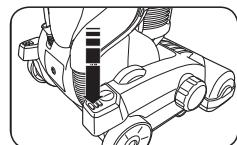

Fig. 3
- Pour activer l'aspirateur, appuyez sur la pédale de mise en marche située sur le suceur de l'aspirateur (Fig. 3).